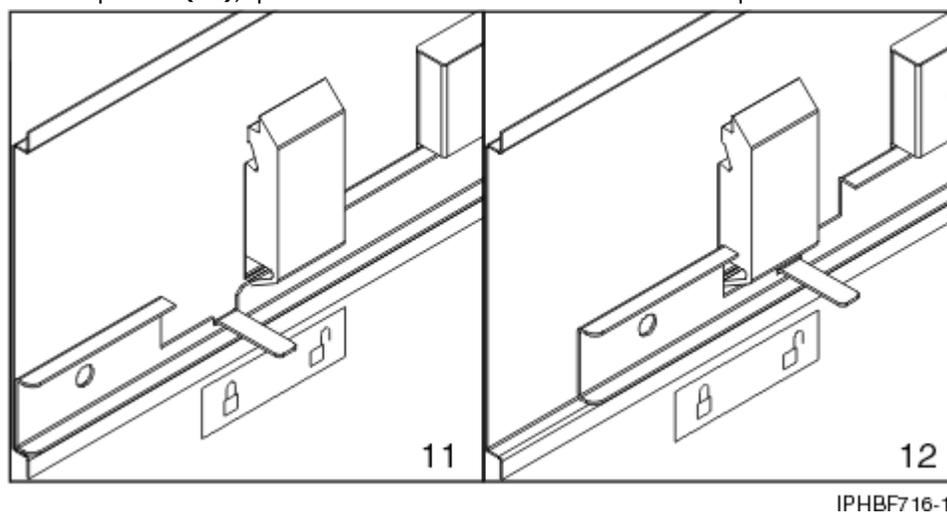

Figura 57. Colocar o autocolante de bloqueado/desbloqueado no painel da tampa
- e. Coloque o autocolante de bloqueado/desbloqueado na parte interior do painel da tampa de forma a que quando a barra deslizante estiver na posição bloqueada, a patilha esteja sobre o símbolo de bloqueado (**11**), conforme demonstrado em Figura 57 na página 86 e sobre o símbolo de desbloqueado (**12**), quando a barra deslizante estiver desbloqueada.